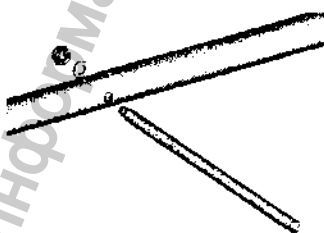

Рис.6
- 4.2.5. Установить и закрепить консоли в стойке полки - Узел 4 (рис.6).